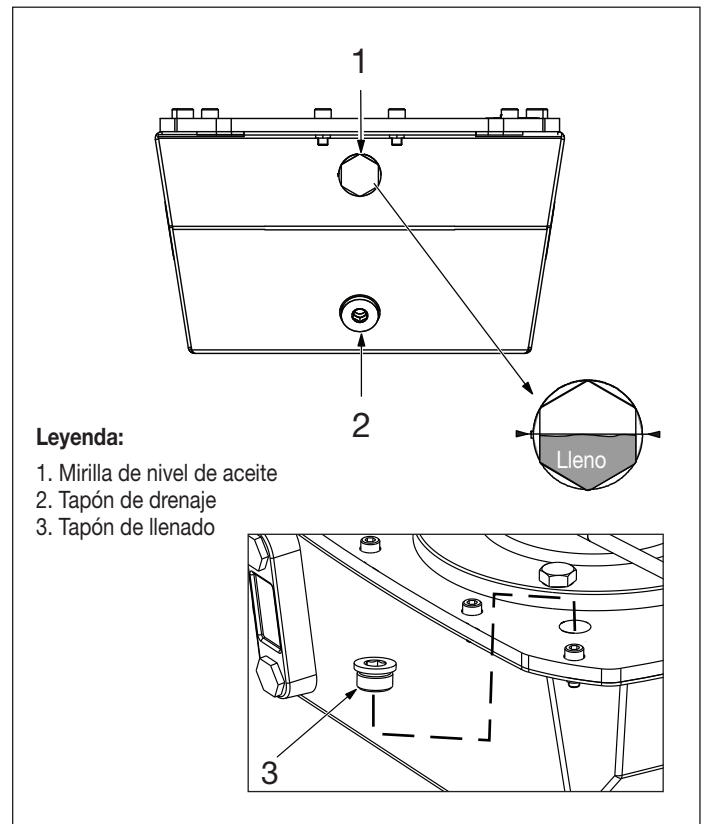

Figura 10, Depósito hidráulico
5. Compruebe visualmente el nivel de aceite a través de la mirilla del depósito hidráulico. El depósito está LLENO cuando el nivel de aceite esté en el medio entre la parte superior e inferior de la mirilla. Consulte la Figura 10.
Tenga en cuenta que para los tensores de rieles más grandes se requiera que el depósito se llene a su capacidad máxima, como se describe en la Sección 9.4 (y se muestra en la Figura 10).
6. Saque el tapón de llenado de aceite de la cubierta. Consulte la Figura 10.
7. Llene poco a poco el depósito con aceite nuevo hasta que nivel esté en el medio entre la parte superior e inferior de la mirilla del depósito hidráulico, tal como se muestra en la Figura 10 principios. Consulte la Sección 9.2 para los requisitos de aceite.
Para drenar y llenar correctamente el depósito, cambie el aceite como se describe en los siguientes pasos. Consulte la Figura 10.